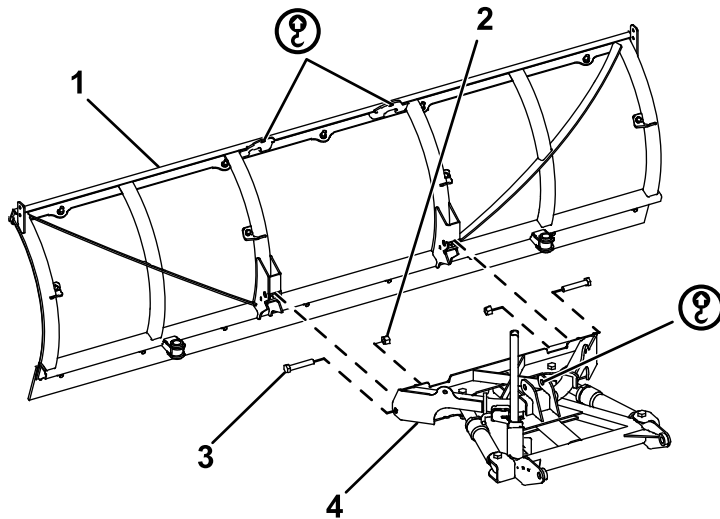

Figure 3
1. Fixez l'avant du cadre de poussée sur la lame chasse-neige à l'aide de 2 boulons (5/8 x 4 po) et écrous autofreinés (Figure 3). Serrez les boulons à 153 N·m (113 pi-lb).